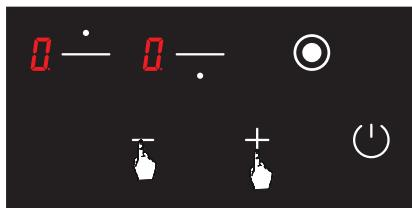

Рис. 7
3. Рівень потужності відповідної конфорки можна встановити в значення 1–9 за допомогою кнопок і або в значення від до 9 згідно з параметрами плити (Див. рис. 7).